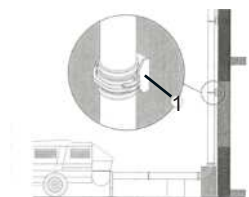

Fig.4
- **controllare l'integrità delle tubazioni ed il corretto serraggio dei raccordi sia in fase di allestimento della linea o piazzamento della colonna che prima di cominciare ogni fase di pompaggio. Le tubazioni devono essere correttamente bloccate, eventualmente utilizzando delle apposite staffe di fissaggio (ad esempio Fig.4 Rif.1) .**